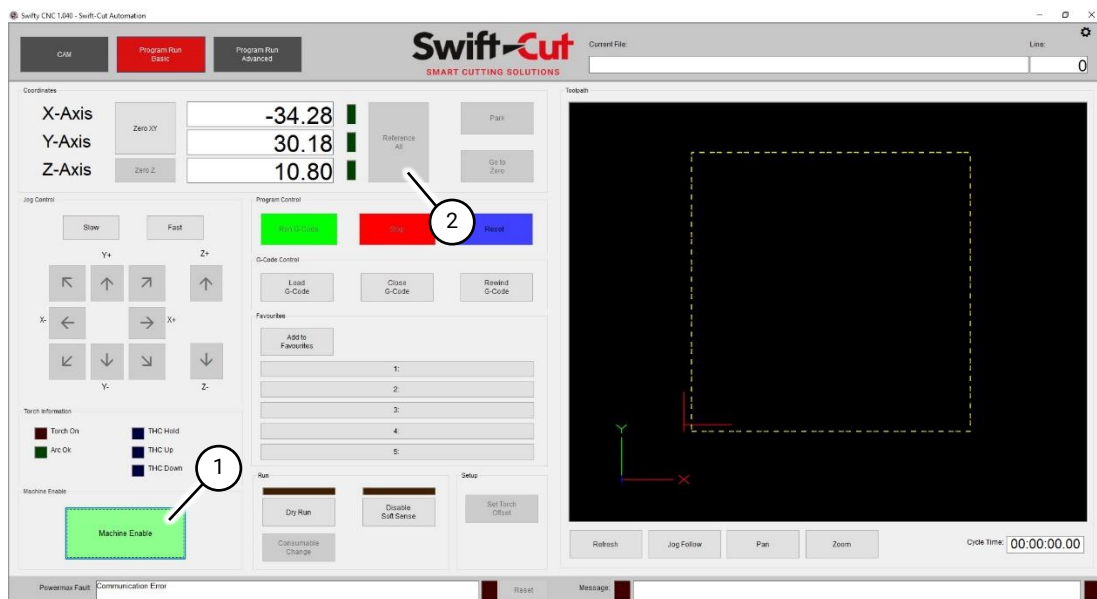

Fig 64 Écran d'Exécution de Base Programme Swifty-CNC
1. Appuyez sur le bouton "Activer la Machine" (Fig 64 (1)). Si la machine n'est pas activée, vérifiez les points suivants :
2. Appuyez sur le bouton "Référencer Tout" (Fig 64 (3)). La machine se trouve alors dans le coin arrière gauche. Ceci doit être fait avant de terminer toute autre opération chaque fois que le logiciel Swifty-CNC est ouvert ou que la machine est redémarrée.